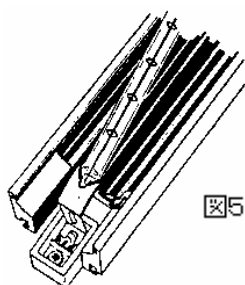

図5
- ① 図5に示すように、ホルダーの一方の端にランプを差し込みます。このとき、できるだけ四角いワッシャーの下に入り込むようにして、ランプの取付金具プレートが広がるのを確かめてください。